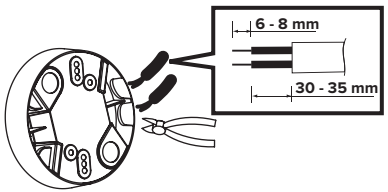

ABB. 12
2. Um die Kabel durch die Öffnungen an der Seite des Gehäuses zu führen, müssen diese markierten, aber noch abgedeckten Löcher mit einem Seitenschneider freigeschnitten werden. Führen Sie dann das Kabel durch die freien Löcher und absisolieren Sie das Kabel auf 6-8 mm (ABB. 12).